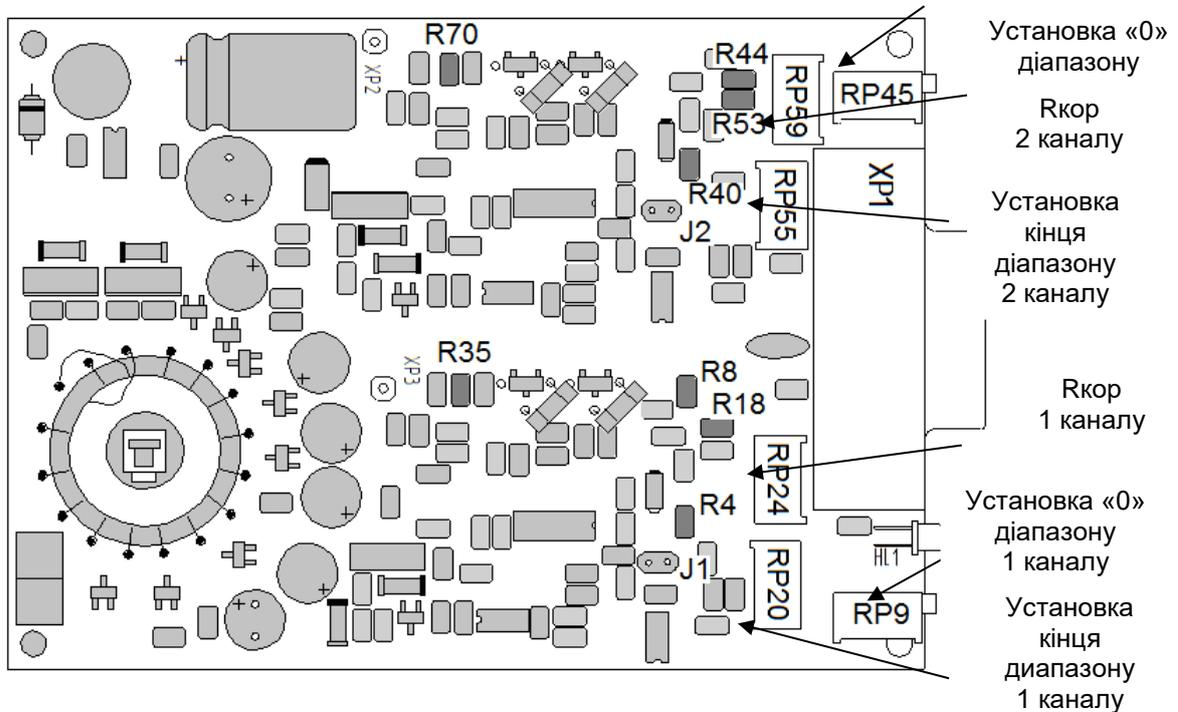

Рисунок 4.2 - Схема розташування органів регулювання та елементів перебудови БПО-42
4.2.4 Для зміни налаштувань БПО-42 на інші вхідні/вихідні сигнали використовуйте рисунок 4.2 та таблиці 4.1, 4.2, 4.3.